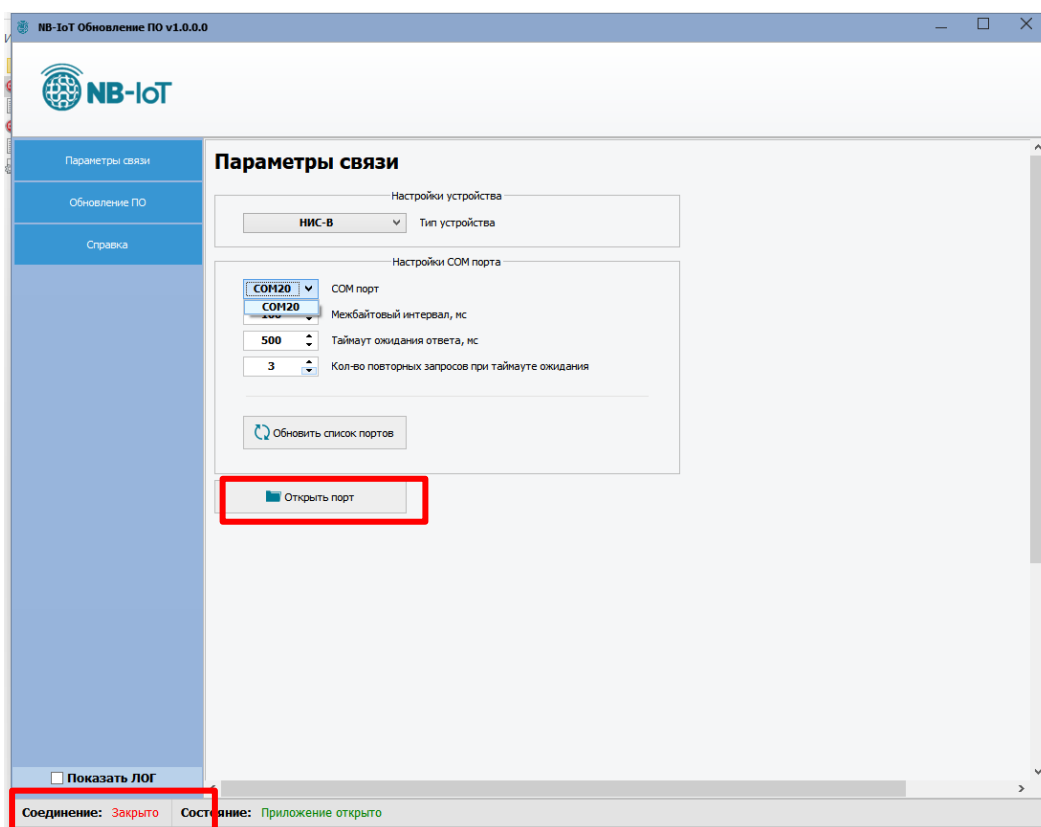

Рисунок 10 – Программа **NB-IoT Обновление ПО**
7.5.3 Открыть программу **NB-IoT Обновление ПО** (рисунок 10).